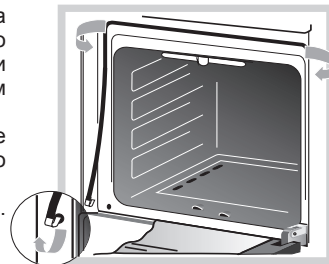

Рис. 11
- Когда моете духовку, будьте аккуратны - не повредите резиновое уплотнение. Его можно снять, вынув скобы из отверстий (рис. 11).